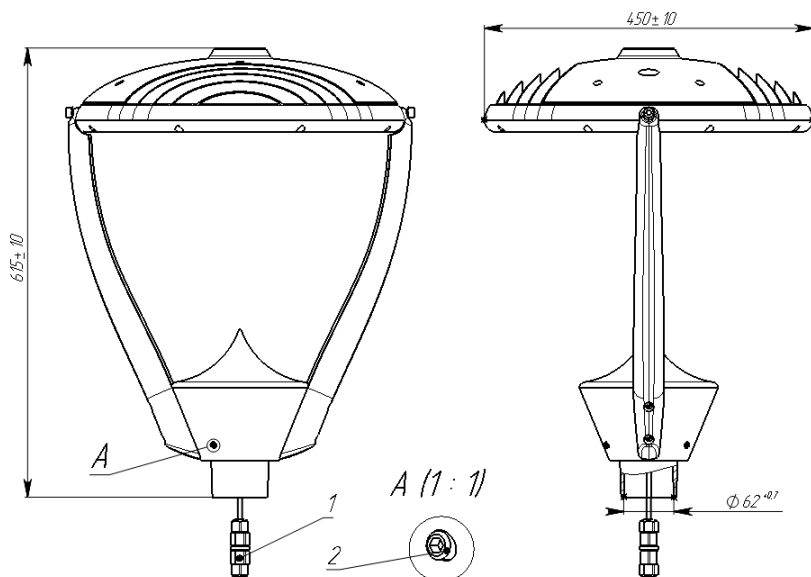

Рисунок 1
10.1 Для установки светильника необходимо ослабить установочные винты (поз.2 Рисунок 1) таким образом, чтобы концы установочных винтов были заподлицо с внутренней поверхностью основания светильника (**Запрещается выворачивать полностью установочные винты**), установить светильник на трубу  $\varnothing 50 \dots 60 \text{ мм}$ , затянуть установочные винты (поз.2) с усилием  $5 \dots 8 \text{ Н} \cdot \text{м}$ .